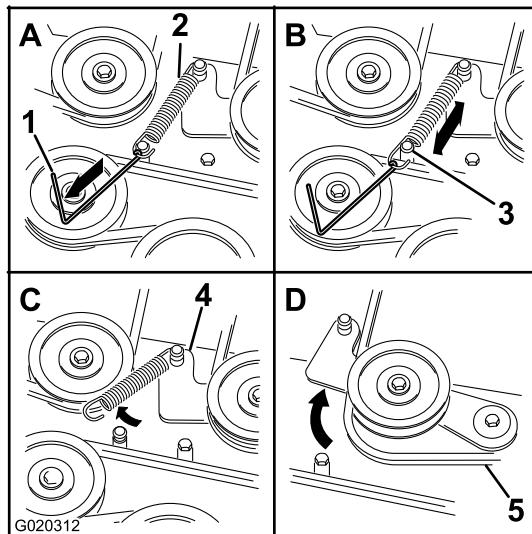

Figura 66
6. Usando una herramienta para la retirada de muelles (Pieza Toro Nº 92-5771), retire el muelle tensor del espárrago de la carcasa para eliminar la tensión de la polea tensora (Figura 66).
1. Pase la correa nueva alrededor de las poleas del cortacésped y de la polea del embrague, debajo del motor (Figura 66).
2. Usando una herramienta para la retirada de muelles (Pieza Toro Nº 92-5771), instale el muelle tensor sobre el gancho de la carcasa y tense la polea tensora y la correa (Figura 66).